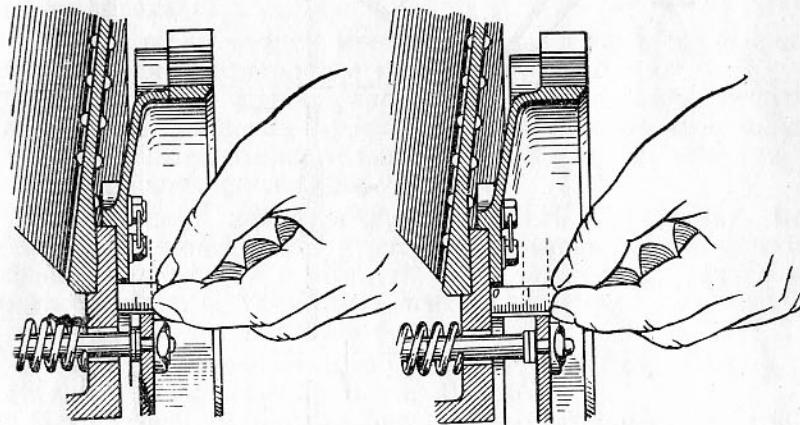

Рис. 38. Определение хода нажимного диска
2. После восстановления свободного хода продольной тяги проверить ход нажимного диска, который должен быть в пределах 6—7 мм. Для этого необходимо открыть кормовой лист брони или снять жалюзи и замерить ход нажимного диска так, как показано на рис. 38.